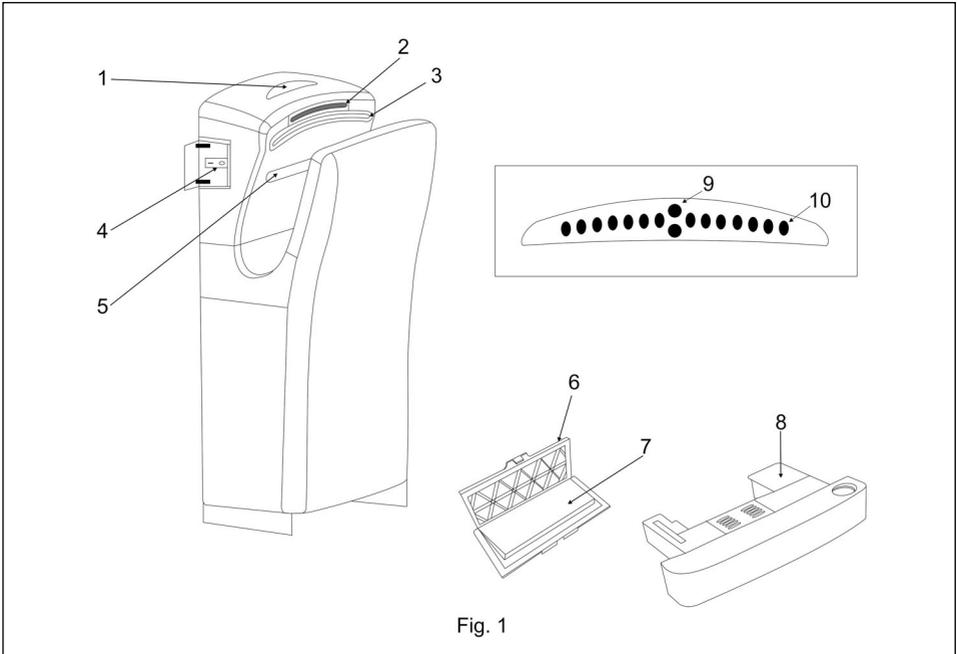

Fig. 1
DESCRIPTION DE L'APPAREIL (FIG.1)
- Appuyer sur le bouton ON **(Fig. 1 4)**. Si l'appareil est raccordé au réseau électrique le voyant lumineux **(Fig. 1.9)** est allumé.